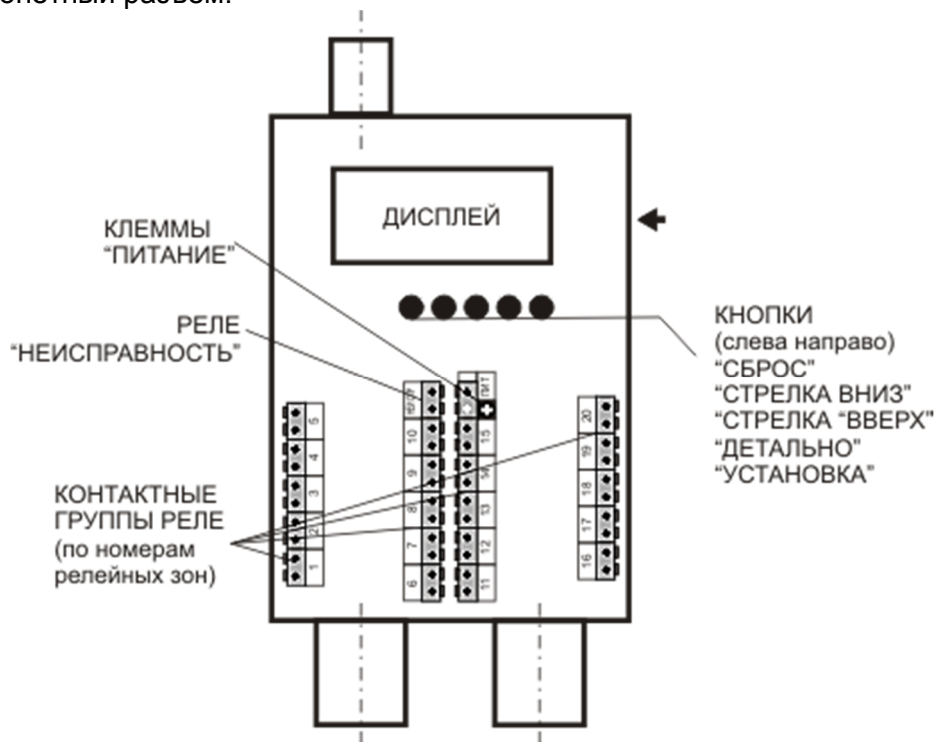

Рис.8. Расположение кнопок и клеммников блока обработки (крышка снята)
4.6. На клеммниках блока обработки нанесены номера релейных зон, обозначен релейный выход «НЕИСПР», клеммник питания «ПИТ» с указанием полярности (знак «+») (рис.8).